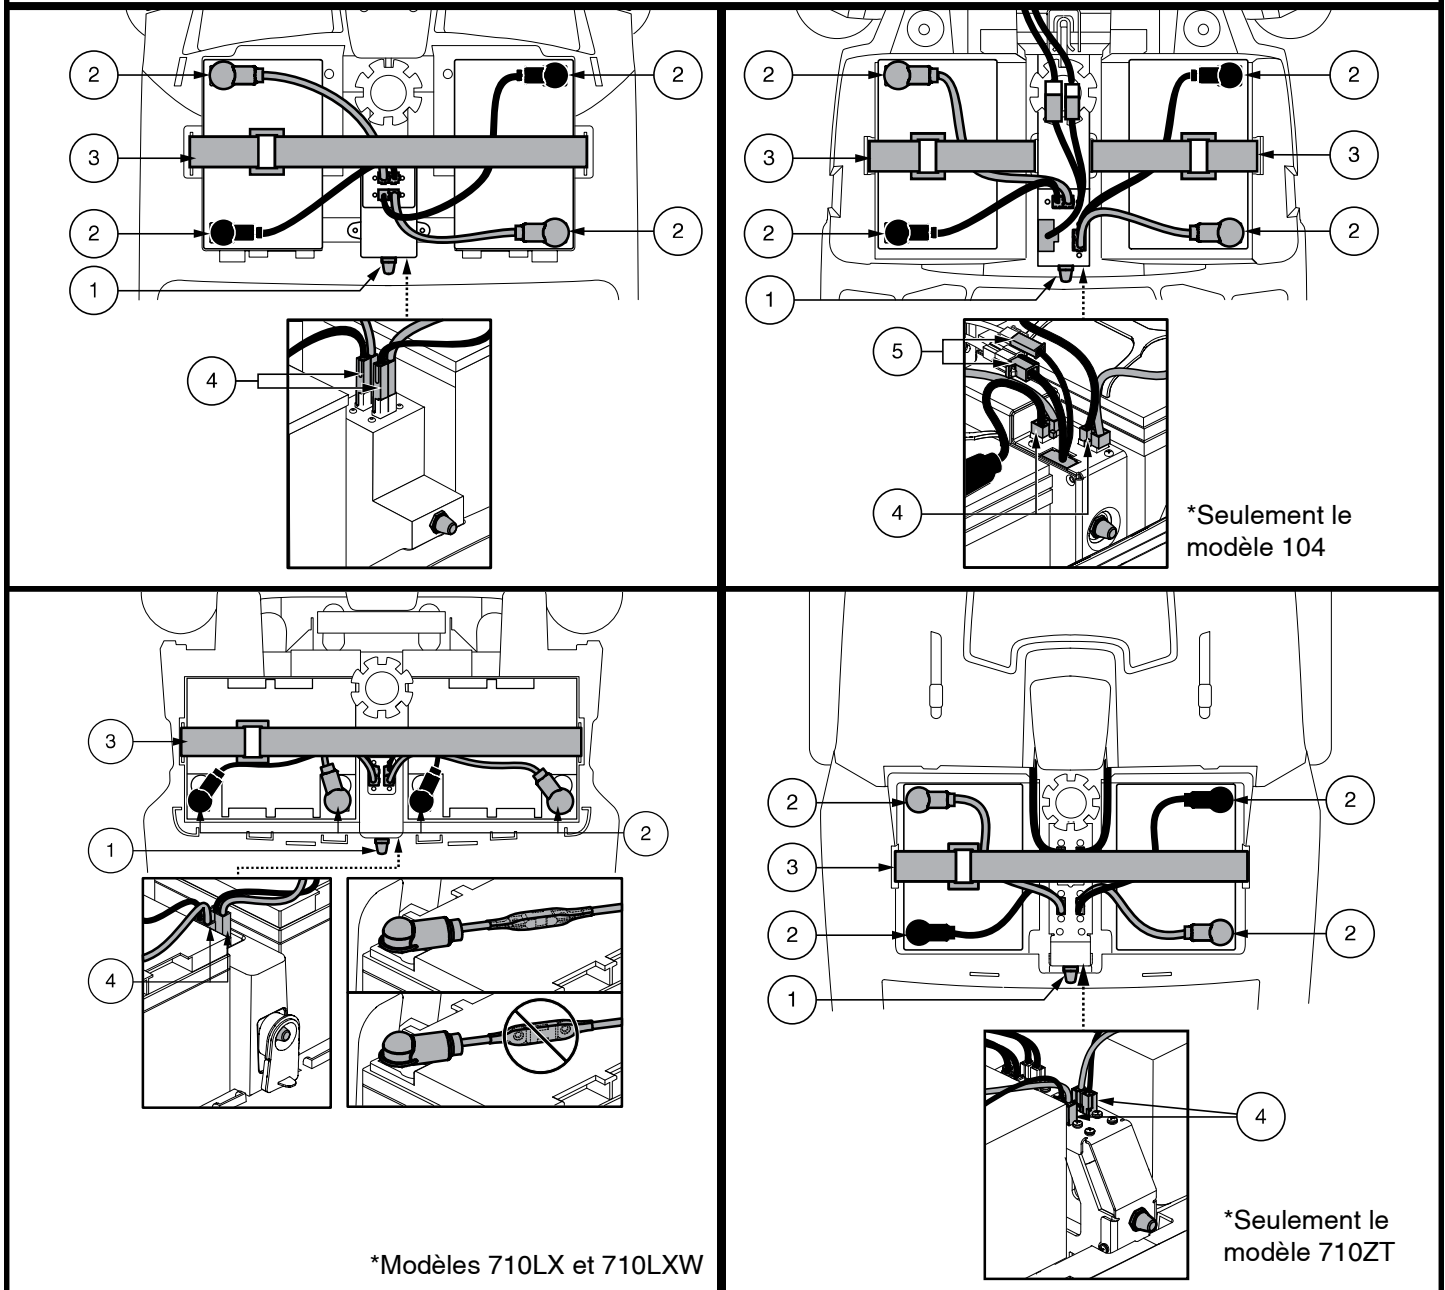

Figure 14. Enlèvement/installation des batteries et connexions
2. Détachez les courroies des batteries. **Voir la figure 14.**
3. Débranchez les batteries en appuyant sur les languettes des connecteurs du faisceau de la batterie et en les tirants vers le haut. **Voir la figure 14.**
6. Placez une nouvelle batterie dans chaque puits. Pour les modèles 710LX et 710LXW, dirigez les bornes de batterie de chaque batterie vers l'arrière. Pour tous les autres modèles, placez les bornes de batterie l'une en face de l'autre et vers les côtés extérieurs du scooter. **Voir la figure 14.**